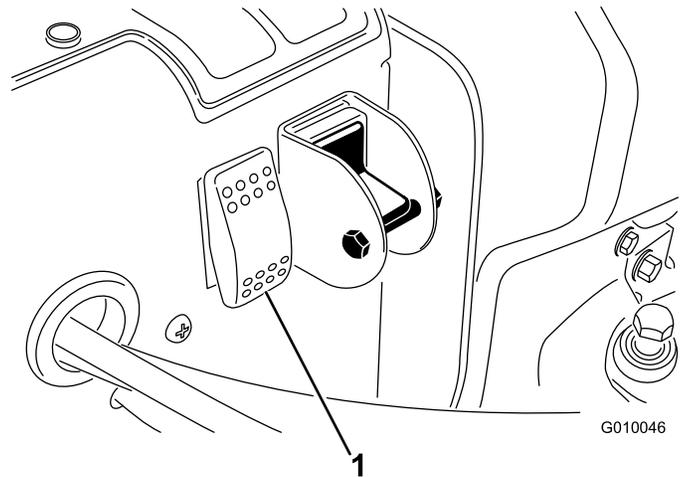

Bild 30
2. Drücken Sie den Systemreset-Schalter (**Bild 30**).